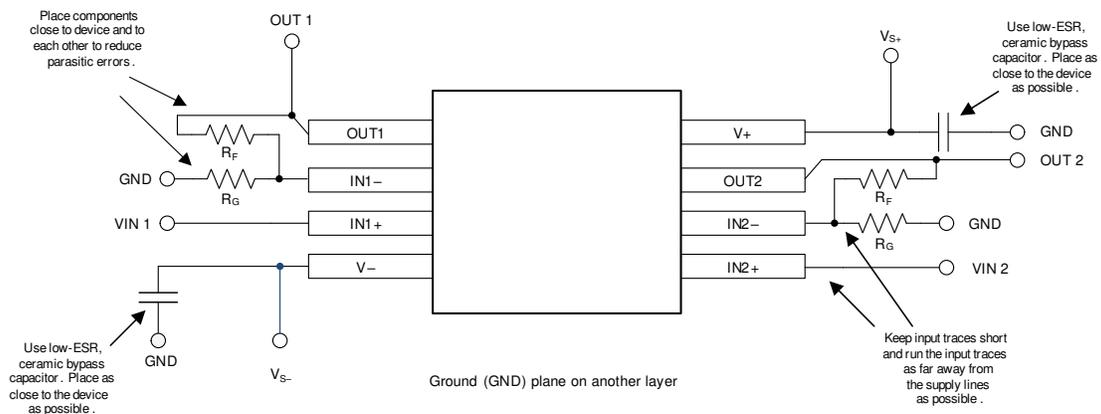

图 11-2. 布局示例
- 外部元件的位置应尽量靠近器件，如图 11-2 中所示。使 R_F 和 R_G 接近反相输入可最大限度地减小寄生电容。